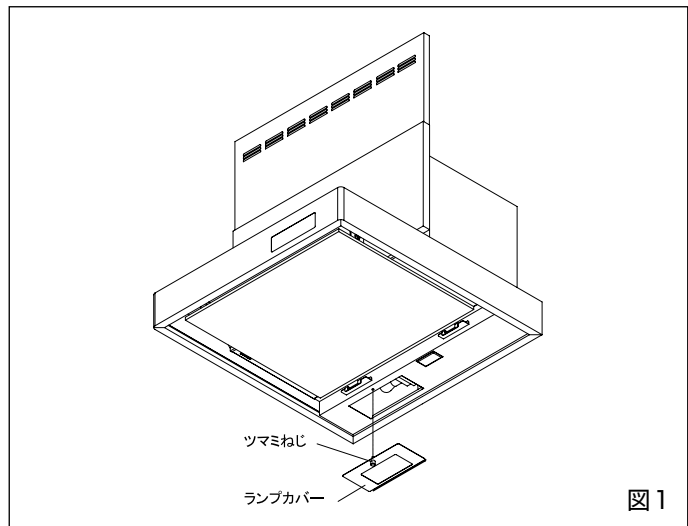

図1
- ① 電源プラグをコンセントから抜いてください。または、電源ブレーカーを「切」にしてください。
- ② ツマミねじをゆるめてランプカバーを外します。(図1)